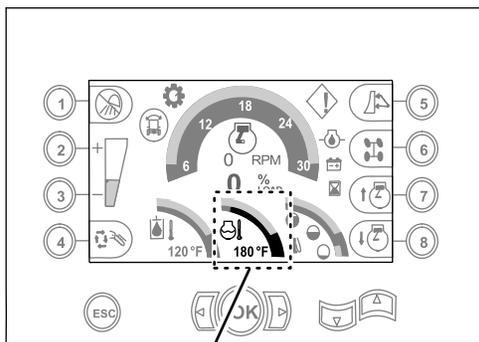

**Figure 102**
- B. Ajoutez une solution de nettoyage dans le circuit de refroidissement par le goulot de remplissage du vase d'expansion (Figure 102).